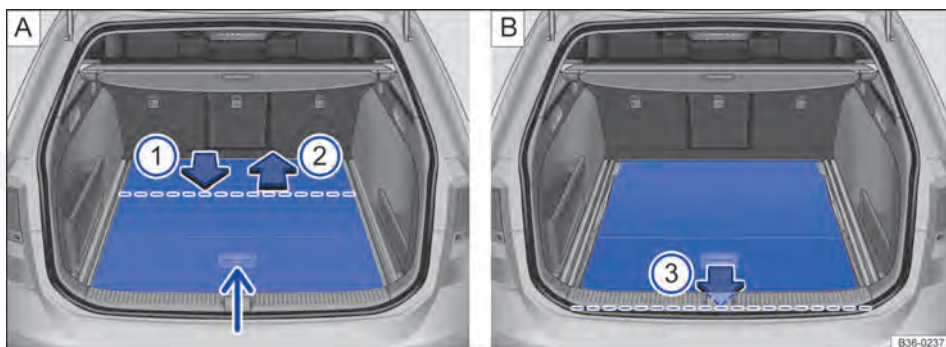

Fig. 143 No compartimento de bagagem: afundar o assoalho do compartimento de bagagem.
- Levantar o assoalho do compartimento de bagagem → Fig. 143 **A** (seta menor) e virar.
- Puxar o assoalho do compartimento de bagagem no sentido da seta → Fig. 143 **A** **1** sobre o canto do compartimento de bagagem até aproximadamente a linha tracejada. A parte frontal do assoalho do compartimento de bagagem deve virar para baixo.
- Empurrar o assoalho do compartimento de bagagem, no sentido da seta → Fig. 143 **A** **2**, até o batente. O assoalho do compartimento de bagagem está, agora, na posição mais baixa.
- Puxar o assoalho do compartimento de bagagem no sentido da seta → Fig. 143 **B** **3** para o canto do compartimento de bagagem até o batente.